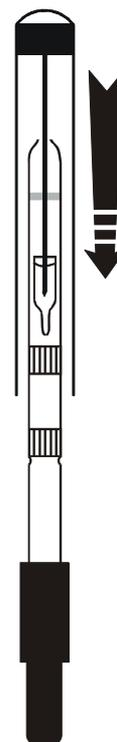

Abb. 1
- Prüfröhrchen mit dem Adapter verbinden und dicht in Aufnahme der Pumpe einsetzen (**Abb. 1 + 2**). Der farbige Ring auf dem Röhrchen muß von der Pumpe weg weisen (**Abb. 2**)
- Die Ampulle mit Nadelöffner zerbrechen (dabei Röhrchen senkrecht halten, **Abb. 1**) und die Flüssigkeit vollständig in die weiße Schicht schütteln, so dass diese benetzt ist.